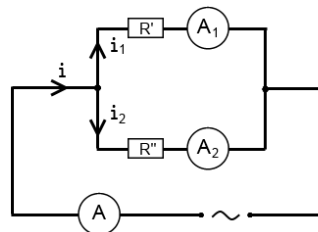

Рис. 1 Токи в параллельных ветвях цепи переменного тока
1) Включим в цепь переменного тока две параллельные ветви (рис.1), содержащие некое сопротивление. Нам известны: амплитуда, частота и начальная фаза токов, равная нулю.